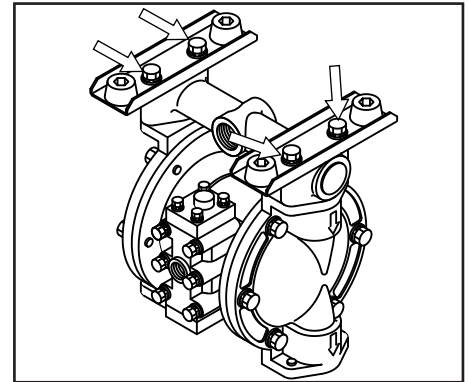

Figura 13
- Extraiga los pernos de retención del distribuidor (o múltiple) de entrada y retire el distribuidor de entrada (consulte la Figura 13).